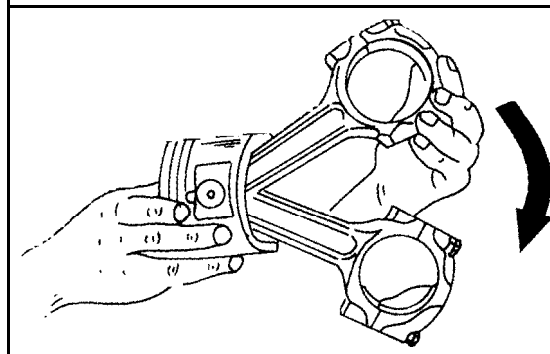

Bild 70
- Kontrollieren, dass sich der Kolben nach dem Zusammenbau einwandfrei auf der Pleuelstange hin- und herkippen lässt. Dazu den Kolben in einer Hand halten und die Pleuelstange in der in Bild 70 gezeigten Pfeilrichtung bewegen.